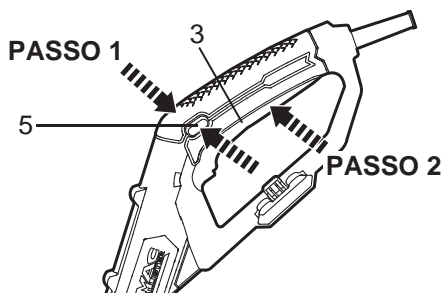

Fig.9
- > Pressione o botão de desbloqueio (5) em ambos lados e segure-o nesta posição.
- > Pressione o interruptor on/off (3) para ligar o aparelho (Fig.9).
- > Liberte o interruptor on/off (3) para desligar o aparador.